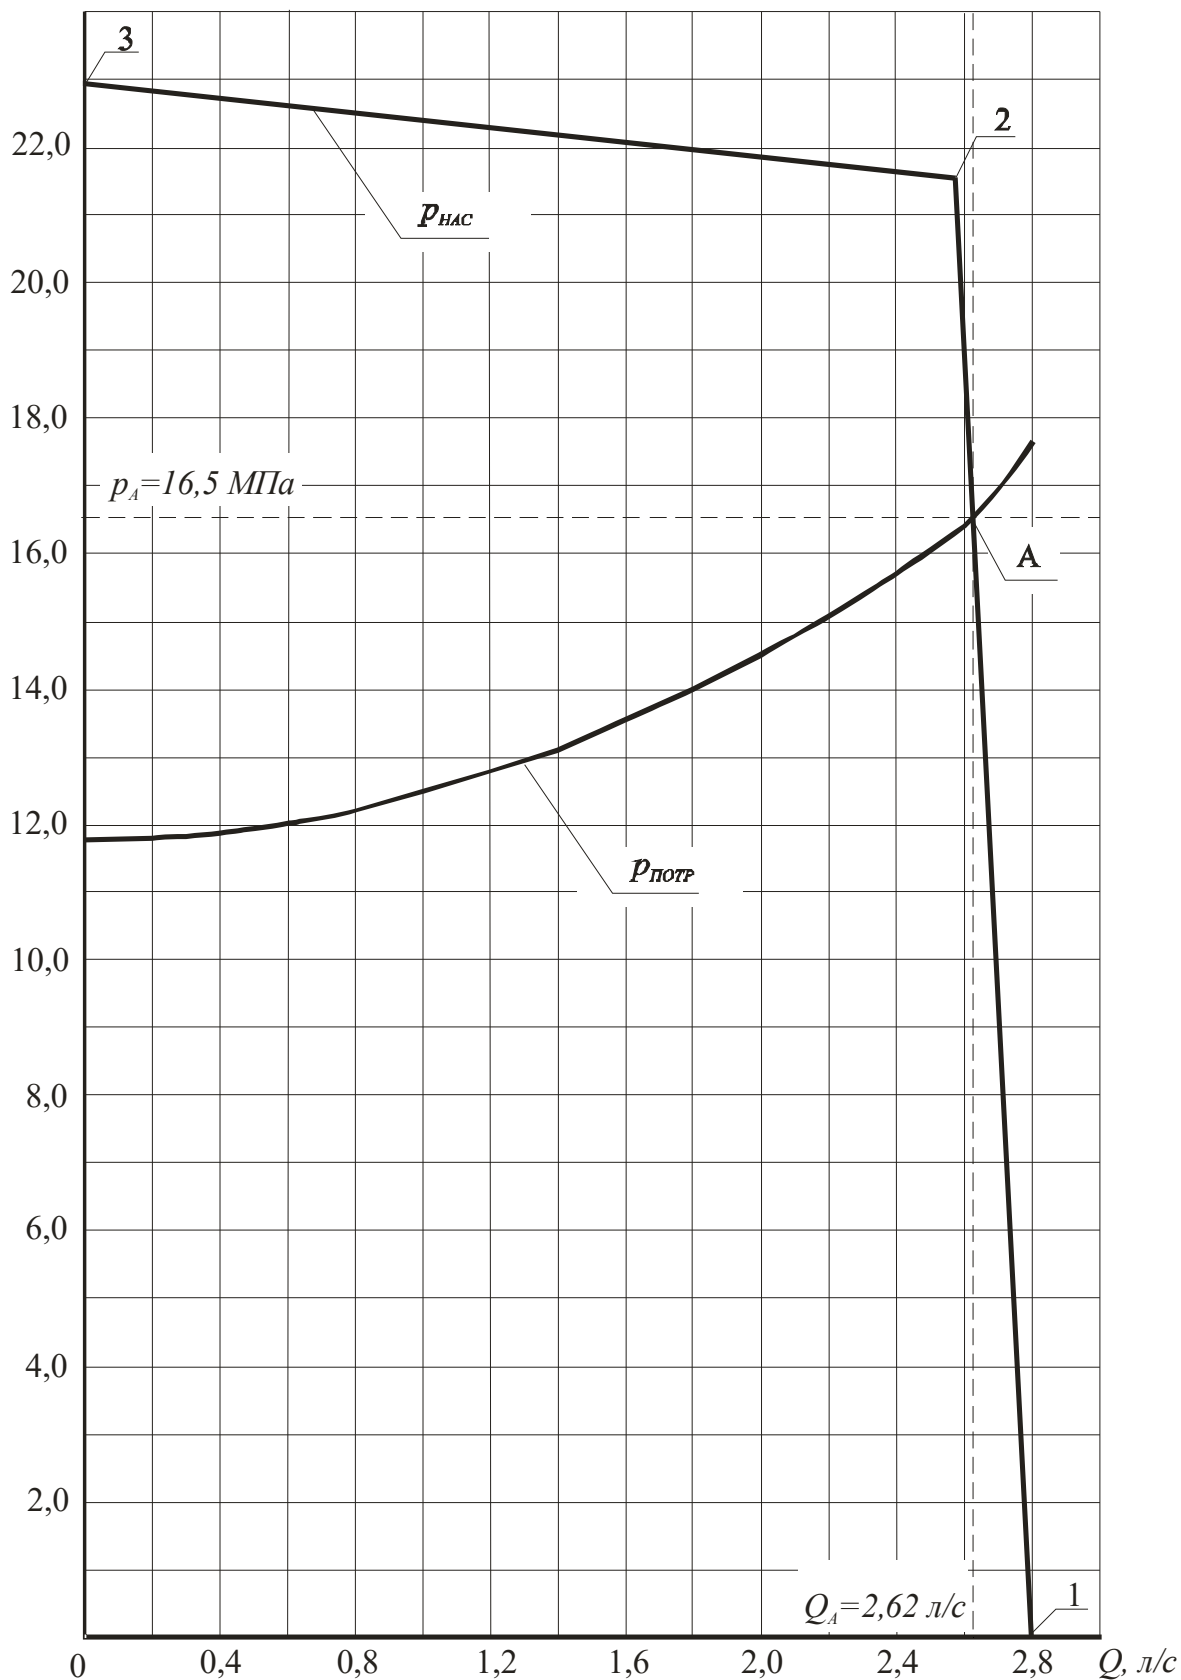

Рисунок 9
обмежником тиску – перепускним клапаном (рисунок 9).
За даними таблиці 1 будуюмо криву потрібного тиску – $p_{ПОТР}=f(Q)$ (рисунок 9).
3.1 Точка А (див. рисунок 9) перетинання кривої потрібного напору з характеристикою насоса є робочою точкою. У цій точці $p_{НАС} = p_{ПОТР}$. Координати робочої точки (визначаються графічно): $p_A=16,5$ МПа; $Q_A=2,62$ л/с.